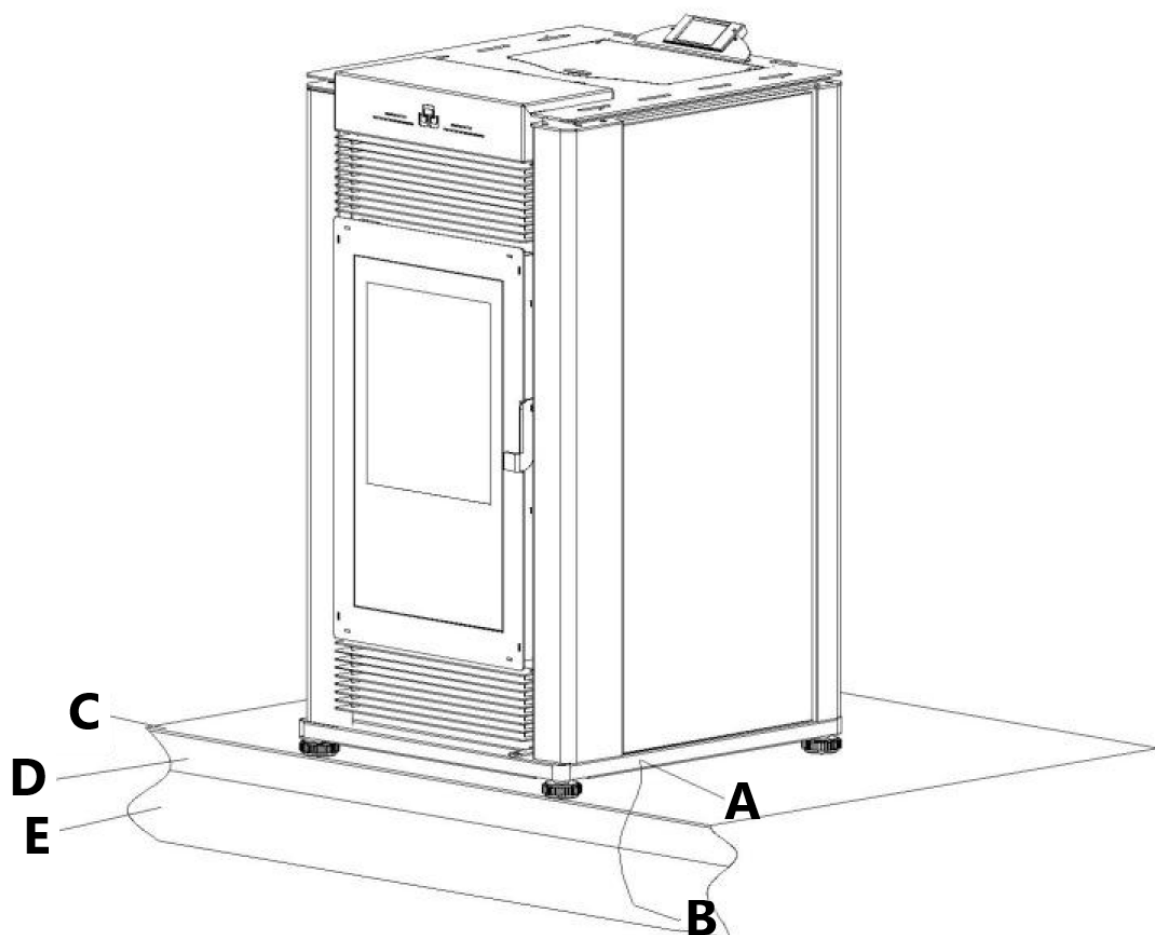

fig. 21
- Boulonner définitivement le poêle au sol. Utilisez 4 vis [A] dans les 4 trous placés à gauche et à droite de la plaque de base, comme indiqué sur la figure 21.